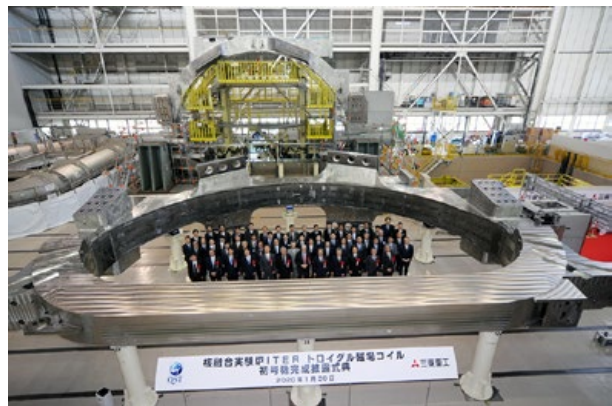

図7 イーター超伝導コイル初号機の完成 (2020年1月)
日本は、世界最大のニオブ・スズ ( $Nb_3Sn$ ) 製の超伝導コイル (図7) を世界に先駆けて完成させ、サイトに搬入し、その技術力を世界に示した。このイーター用のニオブ・スズ超伝導導体は、②の工学設計段階から着手し、約30年の開発期間を要した。2000年にはイーター実機と同じサイズのモジュールの超伝導コイルを、実機と同じ条件で運転できることを実証し、イーター